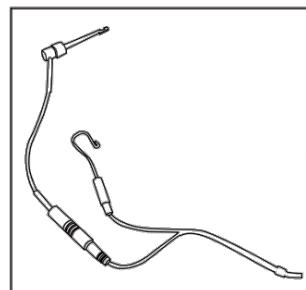

Figura 7
b) Certifique-se de que o **gancho labial** e o **clipe de lima** estejam corretamente conectados ao cabo de medição A para garantir medições precisas (ver Figura 7).